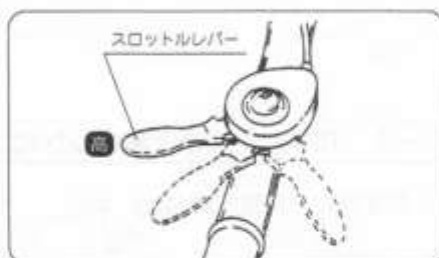

図15
- ① スロットルレバーをゆっくり [高速] 位置にします。(図15)